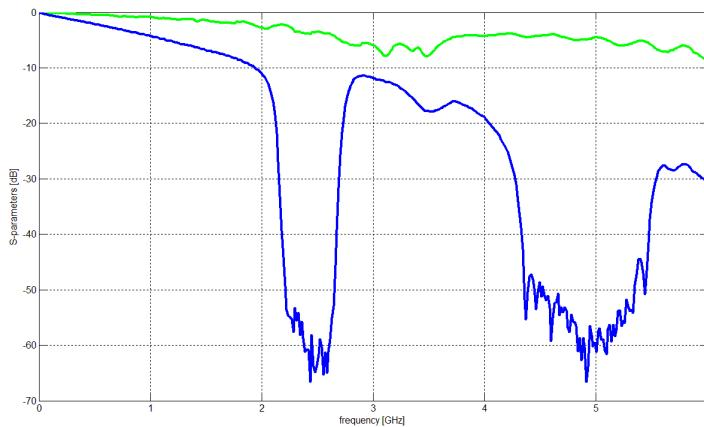

Figura 11: Comparación para el caso de la línea con trazado en serpentina.
1. Grafique en Matlab ó AWR los mismos parámetros de dispersión de la serpentina con respecto a los de una línea larga de  $Z_0=50 \Omega$ . Por ejemplo, en la figura 11 se muestra el gráfico de los parámetros  $S_{12}$  de la línea larga (verde) y la serpentina (azul). Para este paso, utilice la función “Sparameters\_Graph” ó “Sparameters\_Graph\_AWR” (Opcional) ó AWR. Anote sus observaciones para su posterior análisis. **NOTA: El modelo de simulación de una serpentina no es posible con el esquemático utilizado, es por ello que la comparación se hará con una línea de largo de  $50 \Omega$ .**